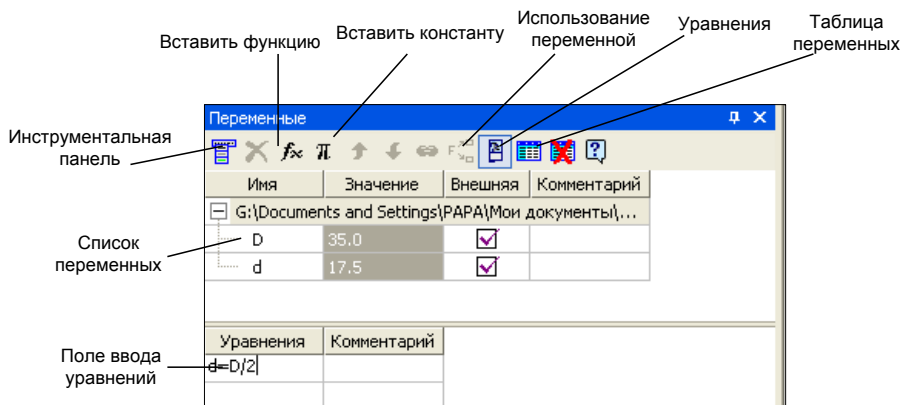

Рис. 26.9. Диалоговое окно **Переменные**
- ◆ на панели инструментов **Стандартная** нажмите кнопку **Переменные** . Система выведет с левой стороны экрана окно **Переменные** (рис. 26.9). Это окно состоит из Инструментальной панели и списка переменных. Для раскрытия списка переменных нажмите на знак "плюс". Этот список система формирует автоматически. Поставьте флажки в окне **Внешняя**, чтобы переменная была доступна для работы с переменными и выражениями документа;